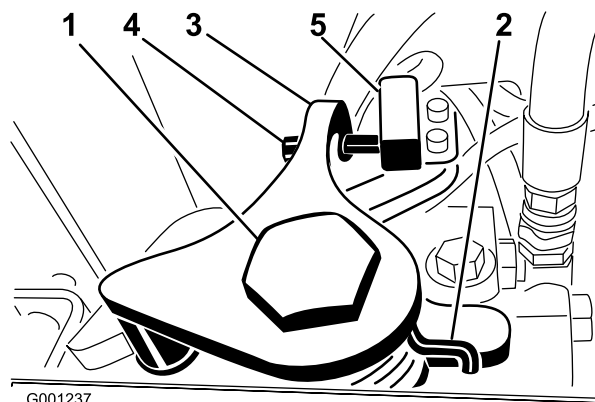

Figure 57
3. Desserrez la vis de retenue de l'autre côté de la came de réglage de transmission (Figure 57).
7. Réglez la vis sur le bras de retour au point mort (Figure 57) jusqu'à ce que la vis et le contacteur soient espacés de 0,23 à 0,38 cm.